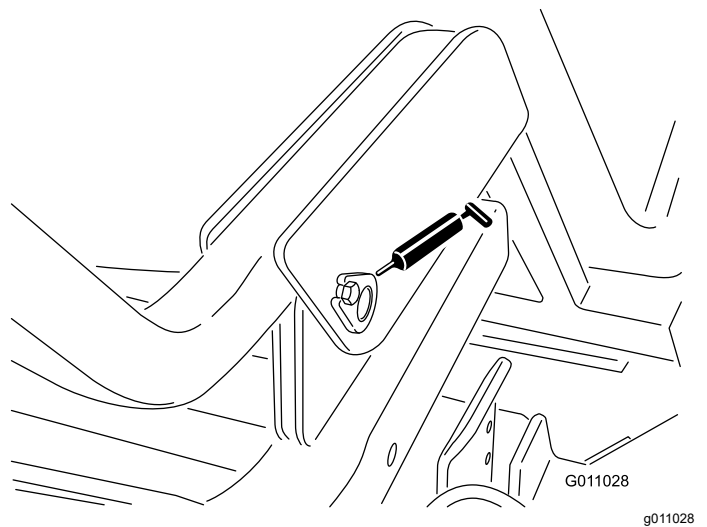

Figure 36
- Pivot de trémie (inférieur) (2) (Figure 36)